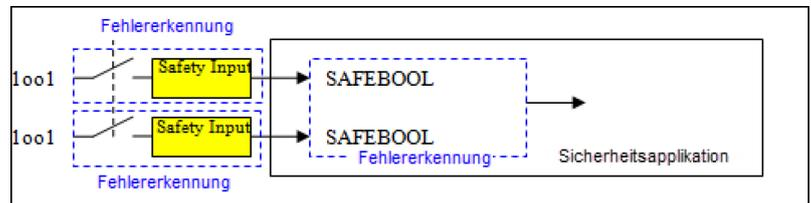
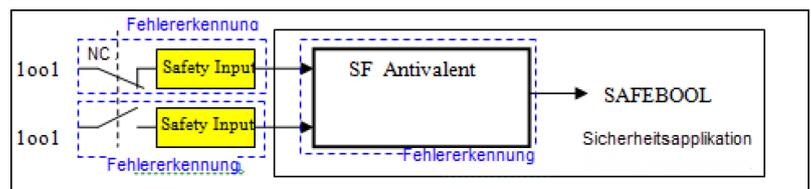
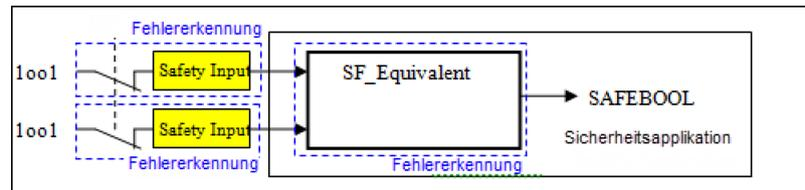

Abb. 76: Verbindung der Sicherheitsapplikation mit Safety Eingangsmodule mit 1oo1-Auswertung
Abb. 77: 1oo1-Auswertung: Fehlererkennung mit SF_Antivalent
Abb. 78: 1001-Auswertung: Fehlererkennung mit SF_Equivalent
Die Schalter können aus jeder Kombination aus normal geschlossen (NC) und normal offen (NO) bestehen, welche die Anforderungen und die Fähigkeit zur Fehlererkennung des Safety-Eingangs berücksichtigen. In Abb. 76 muss in der Sicherheitsapplikation eine zusätzliche Fehlererkennung implementiert werden. Diese wird entweder im signal-verarbeitenden Funktionsbaustein, oder separat über den Funktionsbaustein SF_Equivalent (siehe Abb. 78) oder den Funktionsbaustein SF_Antivalent (siehe Abb. 77) implementiert.